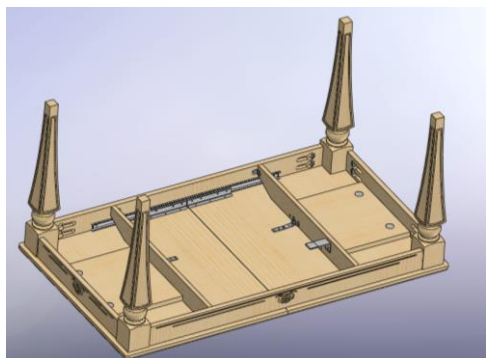

Рис. 5.
- 3.6. После скрепления всех четырёх ног (2) аккуратно перевернуть стол – рис.5. Отрегулировать устойчивое положение и горизонтальный уровень стола с помощью регулируемых опор ног (2).